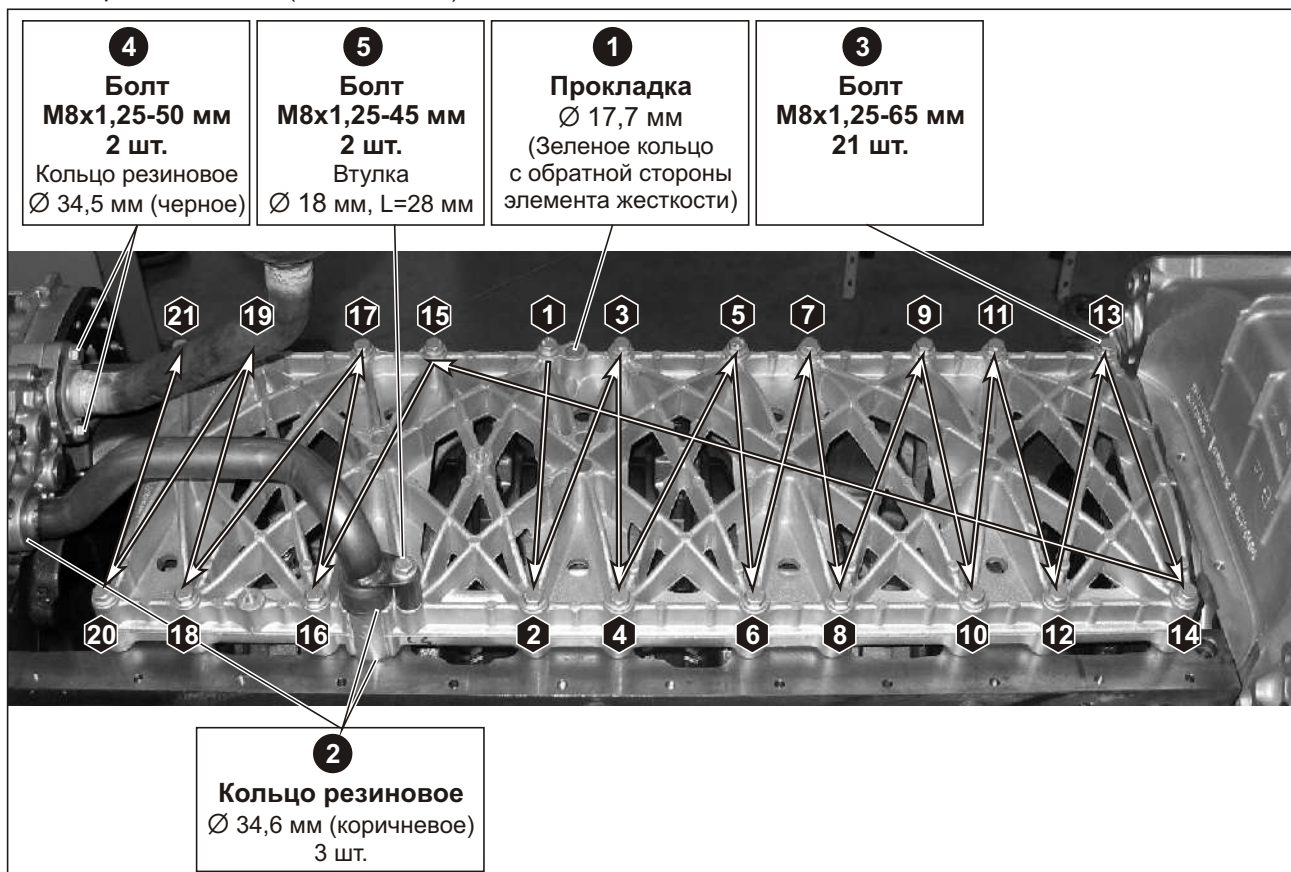

Рис. 105. Установка усилителя жесткости блока и масляного насоса.
1. Установить на усилитель жесткости блока кольца резиновые (2) и прокладку (1) (см. **Рис. 105**).
3. Навернуть болты крепления усилителя жесткости блока и затянуть $M_{кр} = 30 \pm 6$ Нм, соблюдая порядок затяжки (см. **Рис. 105**).
5. Затянуть болты (4) (см. Рис. 105) патрубка маслозаборного $M_{кр} = 20 \pm 4$ Нм.
7. Установить втулку и затянуть болт (5) (см. Рис. 105).